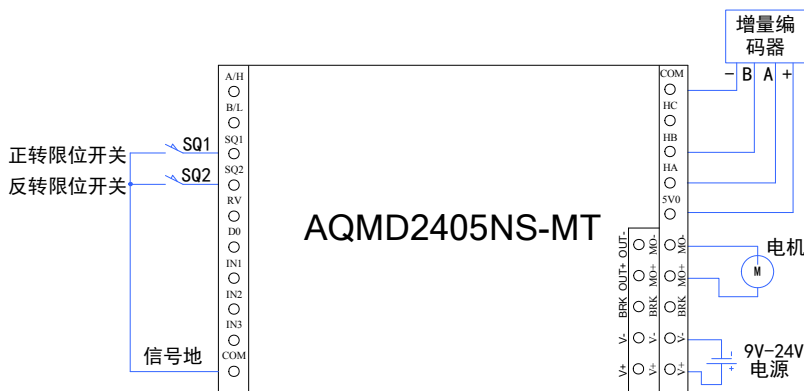

图 5.105 行程学习的接线方法
- 1) 断掉驱动器电源，确保电源、上位机、电机及电机编码器与驱动器已正确连接，如图 5.105 所示；